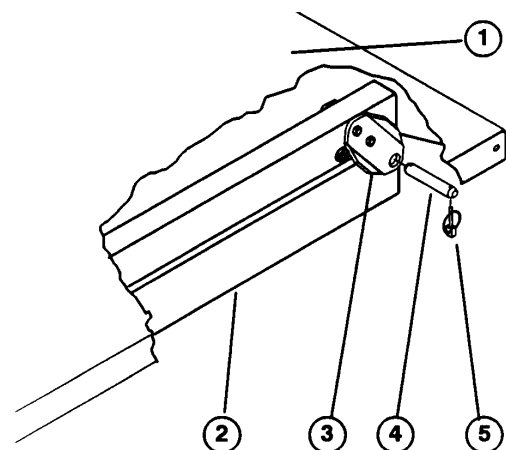

Bild 8
3. Die Flachmulde vorsichtig auf den Fahrzeugrahmen auflegen und die Löcher der hinteren Flachmulden-Gelenklaschen mit denen im hinteren Rahmen-U-Profil abstimmen (Bild 8).
4. Alle Gelenklaschensätze mit einem Bolzen und (2) Klappsteckern (Bild 8) an den Rahmen-U-Profilen absichern. Die Gelenklaschen-Befestigungsschrauben festziehen, wenn sie vorher gelockert wurden.